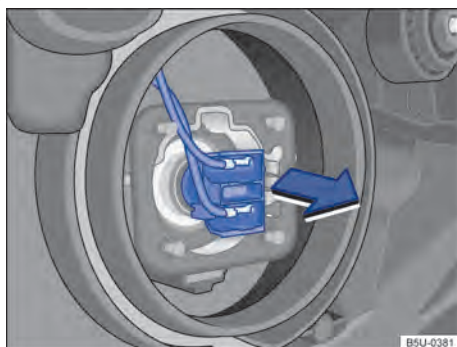

Fig. 150 Acceso a la bombilla del faro bajo.
- 5 **Faro bajo** [A], tirar de la lámpara en el sentido de la flecha → fig. 150 para desengancharla del soporte.